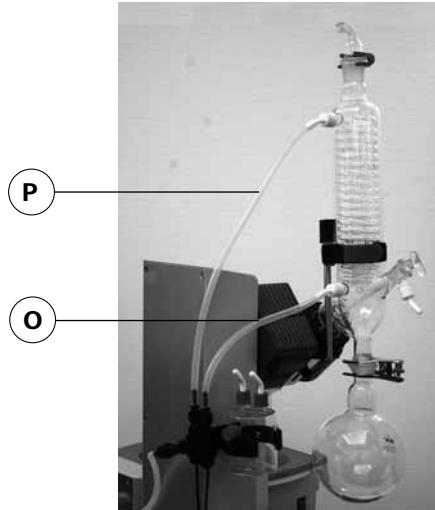

Fig. 17
Подсоедините шланги для воды к охладителю для стекла (короткий шланг (O) = сливной внизу, длинный шланг (P) = подающий вверху) и закрепите эти шланги (рис. 17).